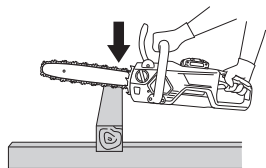

图 21
- (1) 开启电源，同时使电锯稍微远离待锯割的木材。仅在本机到达全速后开始锯割。
- (2) 在锯割细长的木材时，将导杆的基底部分压在木材上，然后如图 21 所示往下锯割。